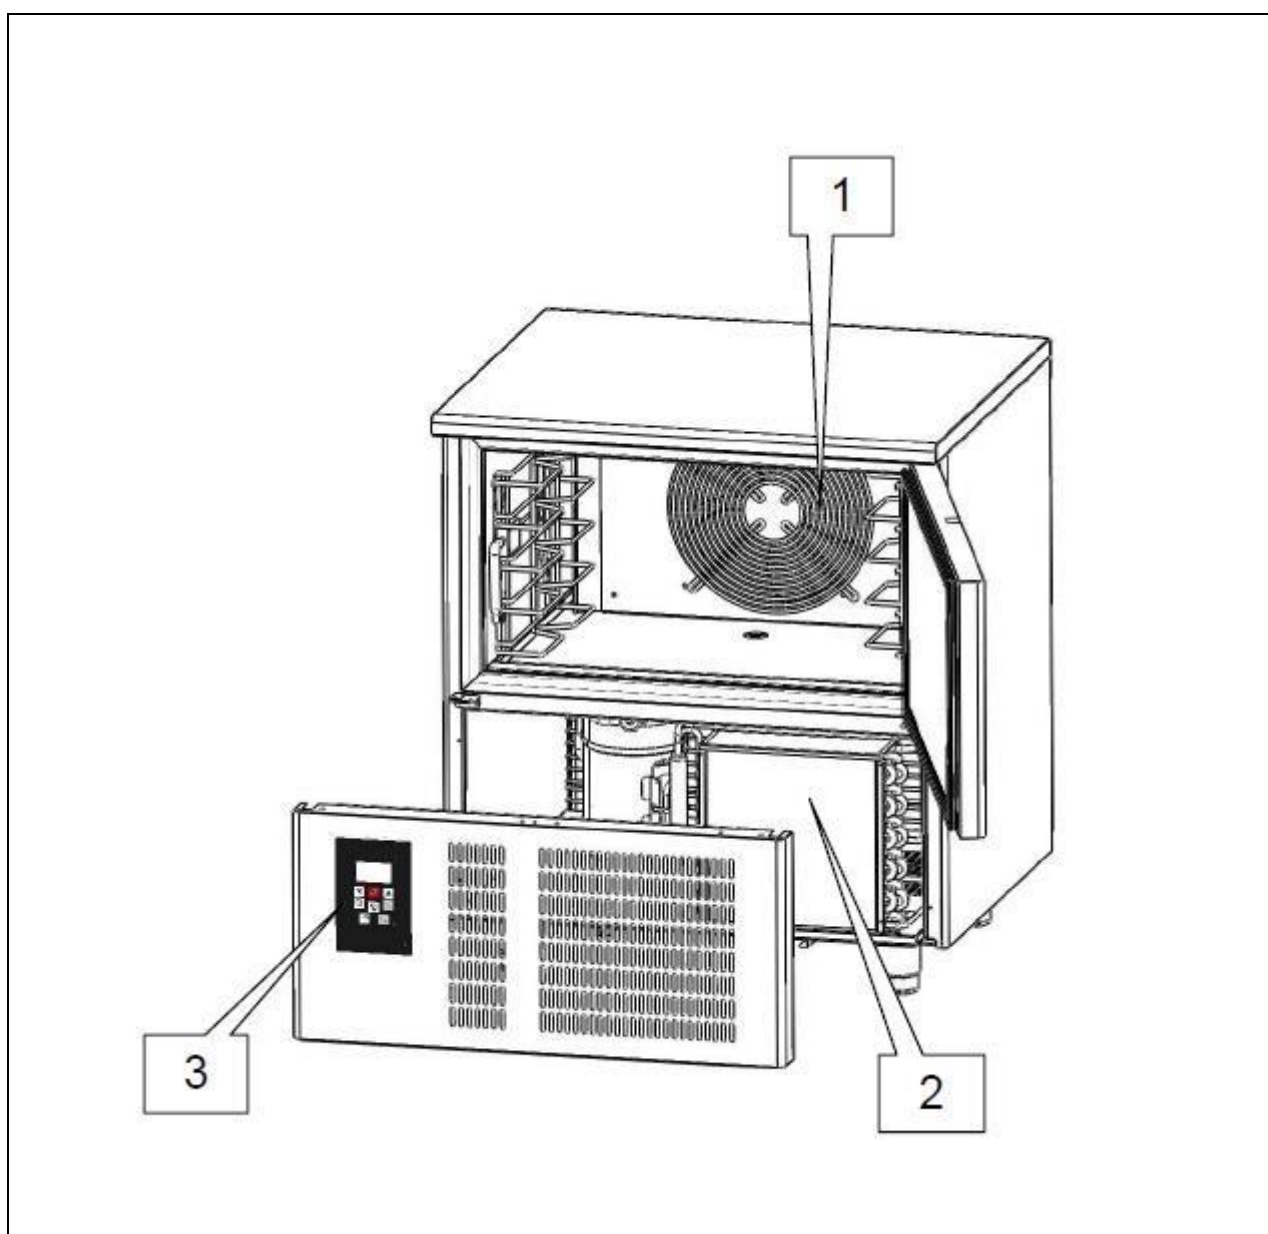

Figure 3. Composant de la cellule de refroidissement MYCHILL
- unité de condensation (réf. 2, fig. 3) ;
- unité d'évaporation (réf. 1, fig. 3) ;
- panneau de commande (réf. 3, fig. 3)